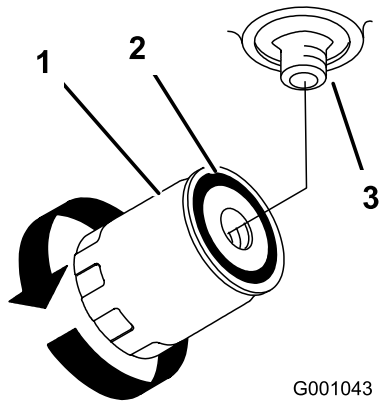

Figura 77
4. Aplique una capa fina de aceite hidráulico a la junta de goma sobre el filtro nuevo (Figura 77).
7. Llene el depósito de aceite hidráulico con aceite hidráulico hasta que éste rebosa por encima del filtro, gire el filtro en el sentido de las agujas del reloj hasta que la junta de goma entre en contacto con el adaptador del filtro, luego apriete el filtro media vuelta más (Figura 77).